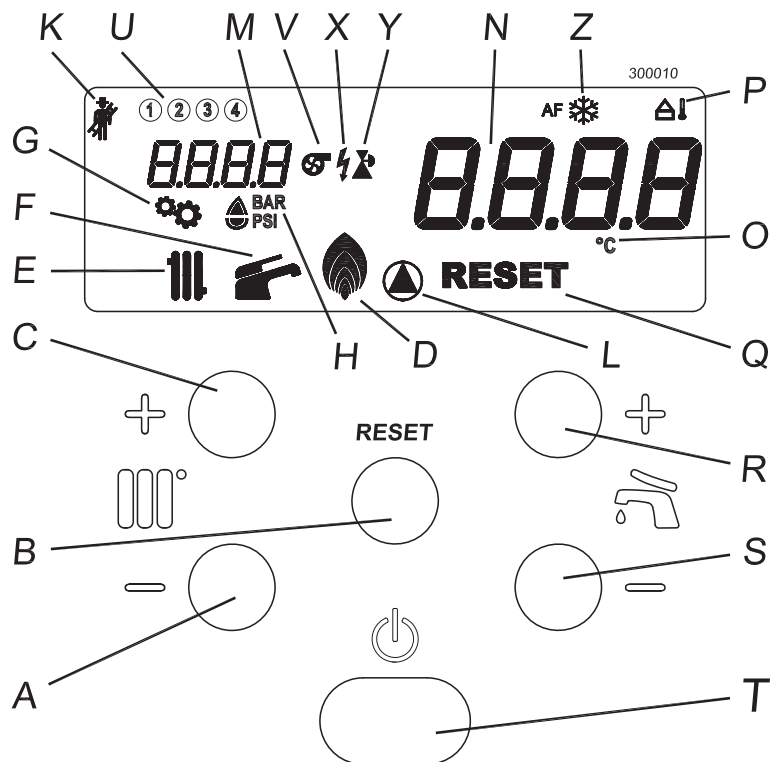

Figura 7-1 - Quadro comandi
- 6.-appare sul display l'icona  "F" (Figura 7-1);
Legenda Figura 7-1
Se la pressione all'interno del circuito del riscaldamento scende al di sotto di 0,8 bar, il visore "N" (Figura 7-1)
- 3.-controllare la pressione sul visore "M" (Figura 7-1), deve raggiungere la pressione di 1,3 - 1,5 bar (l'indicazione
- 2.-premere il tasto "T" (Figura 7-1);
La regolazione della temperatura dell'acqua calda sanitaria si esegue agendo sui tasti  + e . Premuto uno dei due tasti, il visore "N" (Figura 7-1) comincia a lampeggiare e a mostrare la temperatura che si sta impostando. Il campo di regolazione entro il quale si può regolare la temperatura del sanitario va da 40°C a 60°C. Tenendo premuto il tasto  - anche sotto 40°C, comparirà la scritta **OFF** ad indicare lo spegnimento del servizio sanitario evidenziato anche dallo spegnimento dell'icona  "F" (Figura 7-1).